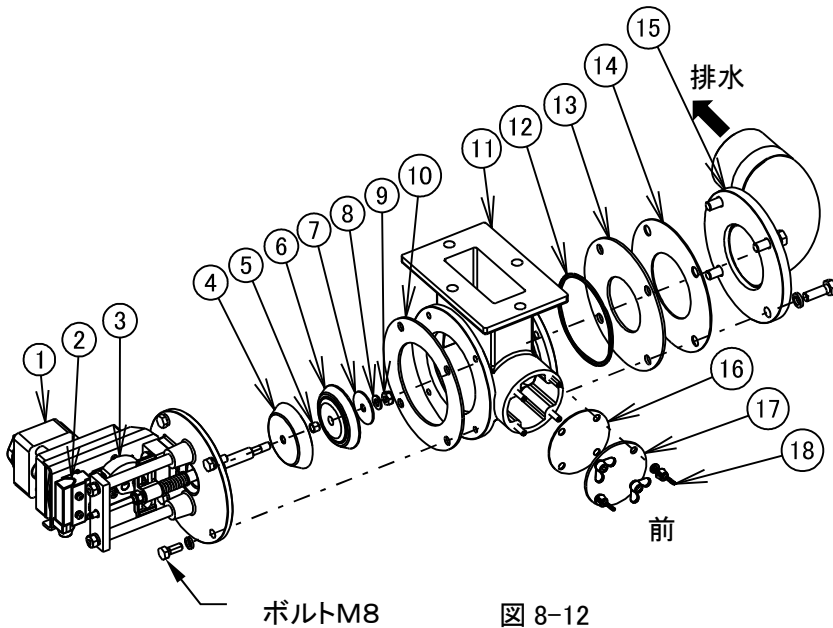
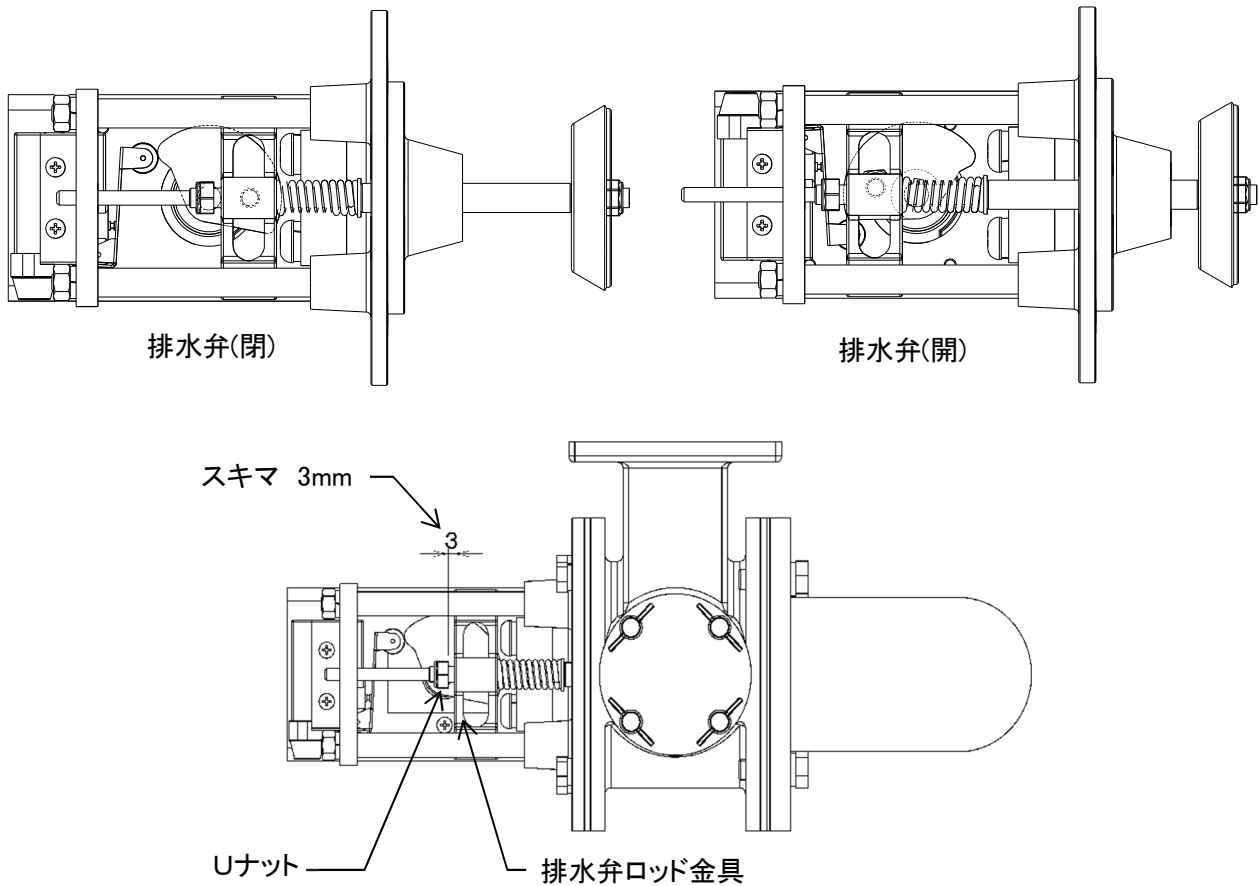

図 8-12
図 8-14
2) 排水弁補助弁の交換 (図 8-12)
- ・ ①モータと②リミットスイッチのケーブルコネクタを外します。
- ・ ボルト(M8)を緩めて①～⑩一体品を取り外します。
- ・ ⑨U ナット(M8)を緩めて⑤～⑧弁部をシャフトから取り外します。
- ・ ⑥排水弁補助弁の中央にはまっている⑤排水弁スペーサを取り外し新しい⑥排水弁補助弁に取り付けます。
- ・ ⑤～⑧弁部をシャフトに逆の手順で組み付けます。
- ・ ①～⑩一体品をボルト(M8)で組み付けます。
- ・ ①モータと②リミットスイッチのケーブルコネクタを元の通りに接続します。
- ・ ③排水弁マイクロカムと排水弁の動作確認を行うこと。(図 8-14)